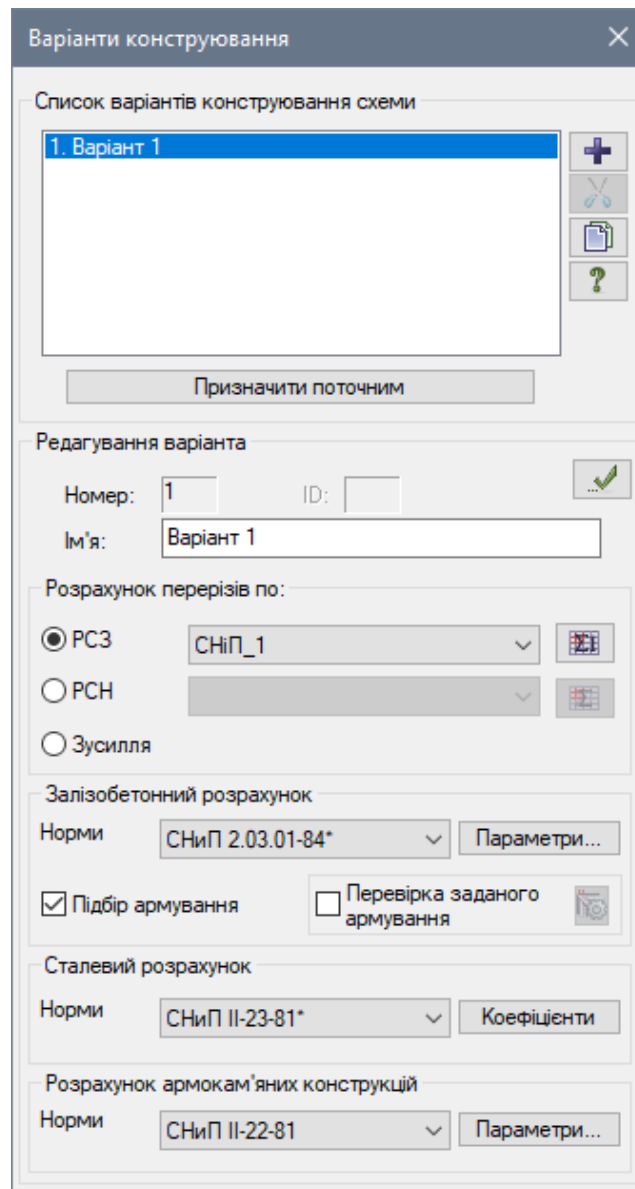

Рис. 1.8. Діалогове вікно Варіанти конструювання
- Відкрийте діалогове вікно **Варіанти конструювання** (рис. 1.8) натиснувши на кнопку  – **Варіанти конструювання схеми** (панель **Конструювання** на вкладці **Створення та редагування**).